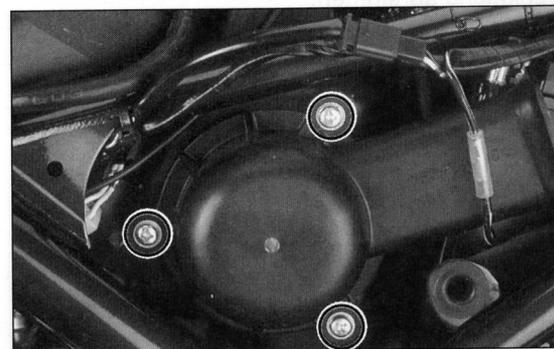

Bild 15
- Filtersiebe mit einwandfreien, leicht gefetteten Dichtringen wieder anbringen (Bild 15).